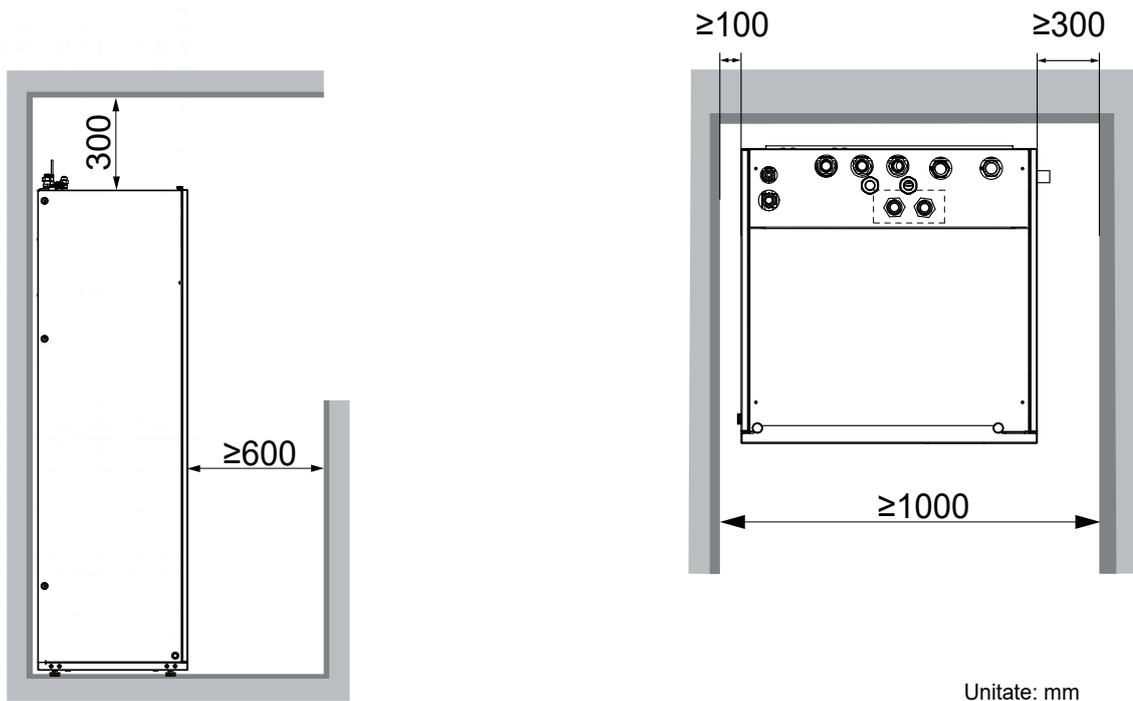

Fig. 4-2
- Spațiul din jurul unității este adecvat pentru deservire (consultați Fig. 4-2).